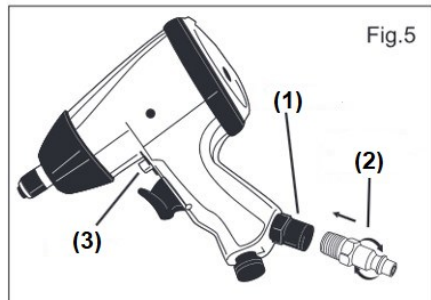

Fig.5
2. Preparare un raccordo filettato maschio da ¼" (non incluso) avvolgendo la sua filettatura con del nastro sigillante in senso orario. Avvitare il raccordo filettato maschio **(2)** nell'ingresso dell'aria **(1)** manualmente, come mostrato in Fig. 5, e stringere con una chiave (non inclusa) per un collegamento a tenuta d'aria.